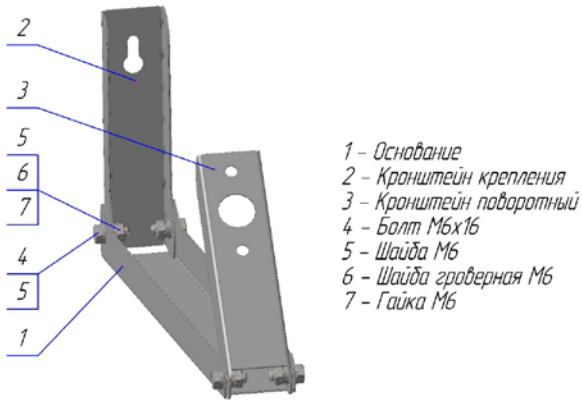

Рис. 2 – Схема сборки кронштейна
6.3 Соберите (согласно схеме на рис.2) и установите Г-образные кронштейны на светильник перпендикулярно корпусу путем вкручивания винтов М5х16 с шайбами М5 в установочные отверстия корпуса светильника.